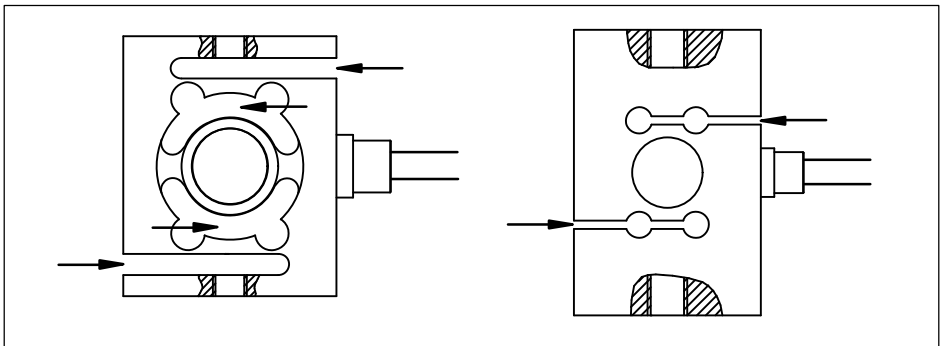

Fig. 6.1 Éviter les dépôts aux endroits signalés
*Des erreurs de mesure peuvent se produire lorsque de la poussière ou des saletés se déposent à l'intérieur des capteurs de force. Les zones concernées sont repérées par des flèches sur la Fig. 6.1.*